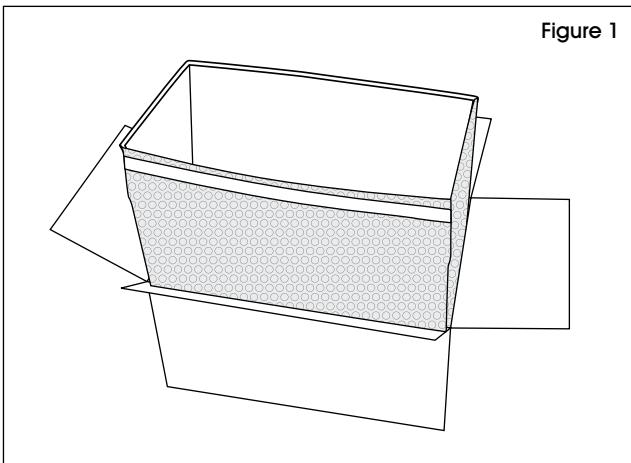

Figure 1
2. Insert the liner into box. Load contents and refrigerant. (See Figure 1)
2. Insérez le revêtement dans la boîte. Placez le contenu et le sachet réfrigérant dans la boîte. (Voir Figure 1)